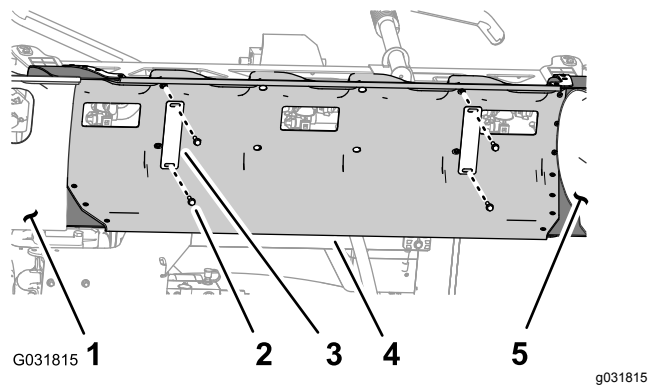

図 39
1. センターセクションカバー11ノズルを支えておいて、このカバーをカバーサポートブラケットに固定しているフランジヘッドボルト5/16 x 1-1/4"4本とカバーストラップ2本を外す図 39。